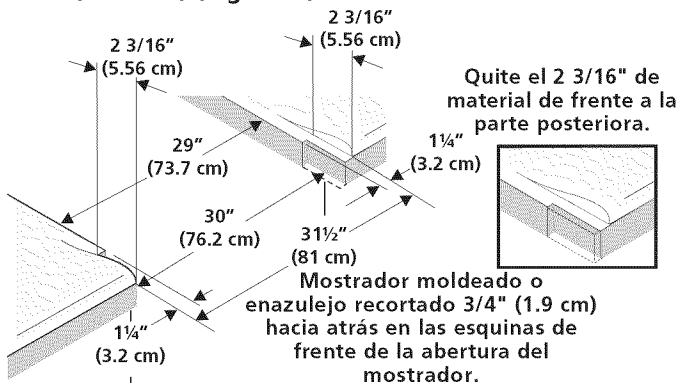

Figura 3
- Para la Anchura existente del Recorte de el 29"(73.7 cm) (Figura 3):